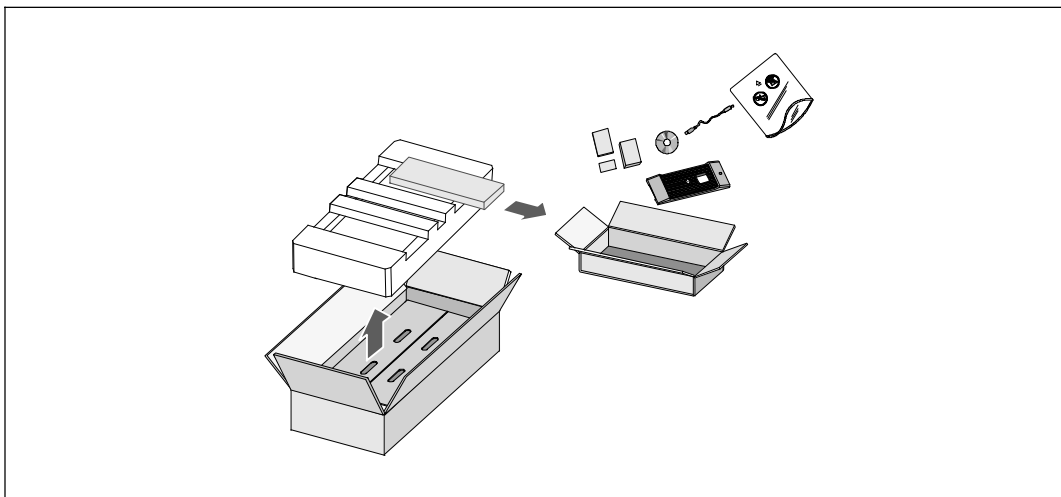

Рис. 2. Распаковка системы
- 1 Откройте коробку и достаньте все запечатанные принадлежности (см. Рис. 2).